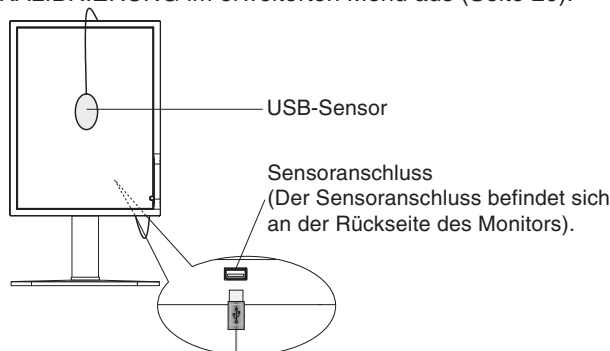

Abbildung 2
1. Um das Menü KALIBRIERUNG anzuzeigen, schließen Sie den USB-Sensor am Sensoranschluss an (**Abbildung 2**) oder wählen Sie KALIBRIERUNG im erweiterten Menü aus (Seite 20).
5. Sie werden aufgefordert, den USB-Sensor in der Mitte des Bildschirms zu platzieren (**Abbildung 5**). Neigen Sie den Monitor um etwa 5 Grad nach hinten und platzieren Sie den USB-Sensor in der Mitte des Bildschirms (**Abbildung 2**).